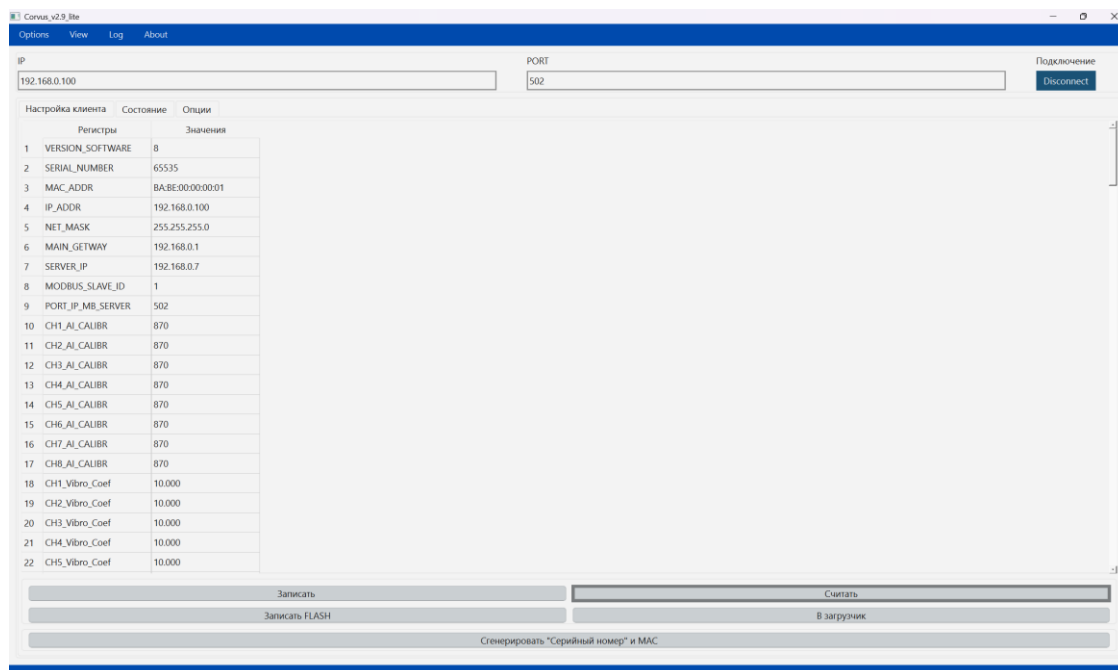

Рисунок 7 – Чтение текущих сетевых настроек
6. Нажать кнопку «Считать», в результате во вкладке «Настройки клиента», должны появиться данные в колонке «Значения» (Рисунок 7).